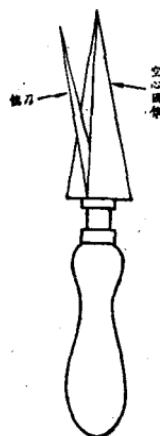

图13
④ 钻孔器的刀口钝了的时候，可用如（图13）所示的磨削器将其磨利。